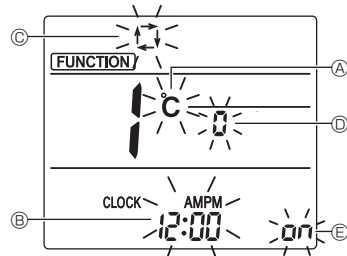

Fig. 4-11
L'écran Réglage de l'affichage s'affiche. (Fig. 4-11)
4.12.2. Changement de l'unité de température (Fig. 4-11 (A))
- Appuyez sur la touche **TEMP** ⑤.
4.12.3. Changement de l'affichage de l'heure (Fig. 4-11 (B))
- Appuyez sur la touche **TIME** ⑥.
4.12.4. Changement du mode AUTO (Fig. 4-11 (C))
- Appuyez sur la touche **MODE** ⑦.
4.12.5. Changement du n° de paire (Fig. 4-11 (D))
- Appuyez sur la touche **UP** ④.